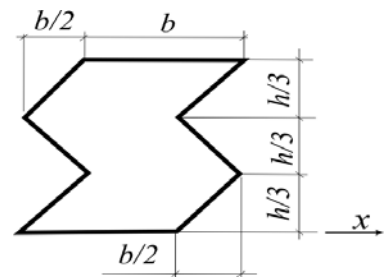

Рис.3.5
3.5. Вычислить момент инерции фигуры относительно оси  $x$  (рис.3.5).